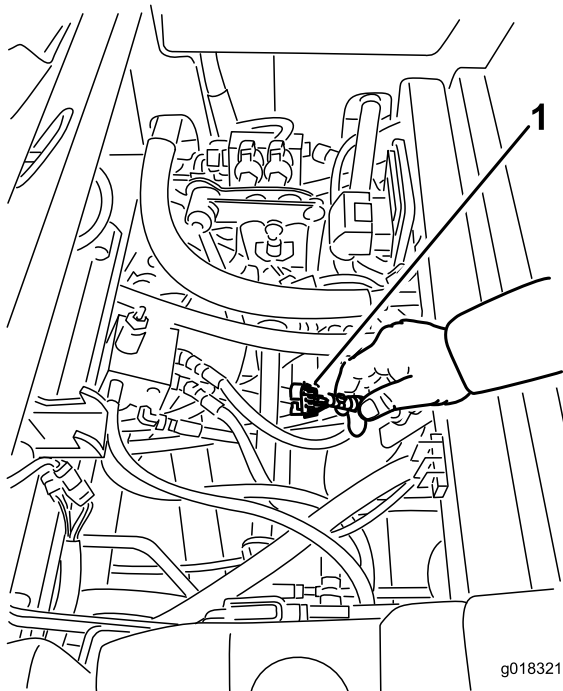

図 40
3. コントローラの近くにあるワイヤハーネスとそのコネクタを探し出す 図 40。